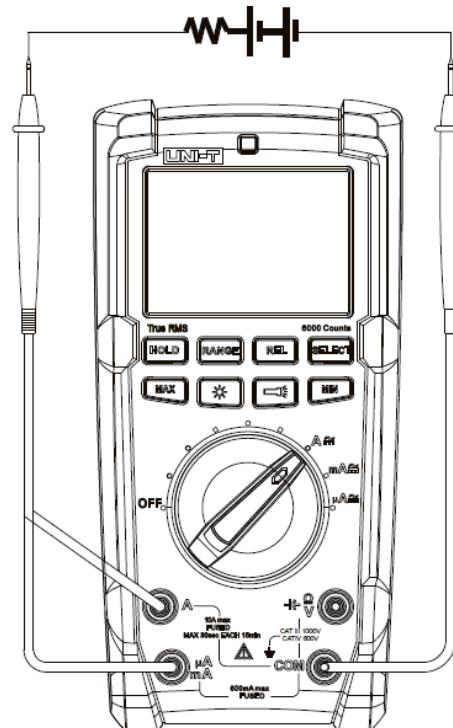

Рисунок 7
9.6. Измерение постоянного и переменного тока (см. рисунок 7)